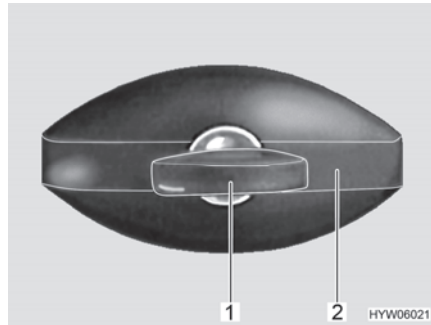

Bild 36 Lucklås (ellipsformat, låst)
- Stick in nyckeln i låscylindern (Bild 36,1) och vrid ett kvarts varv moturs. Låshandtaget (Bild 36,2) frigörs.